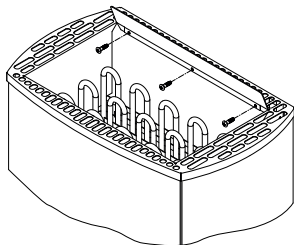

Рис. 5
- Закрепите входящий в комплект воздухоотражатель, как показано на рис. 5. Для этого сначала выкрутите винт по центру крышки, а затем снова закрепите крышку этим винтом и еще двумя саморезами по металлу 4,2 x 9,5 из полиэтиленового пакета.